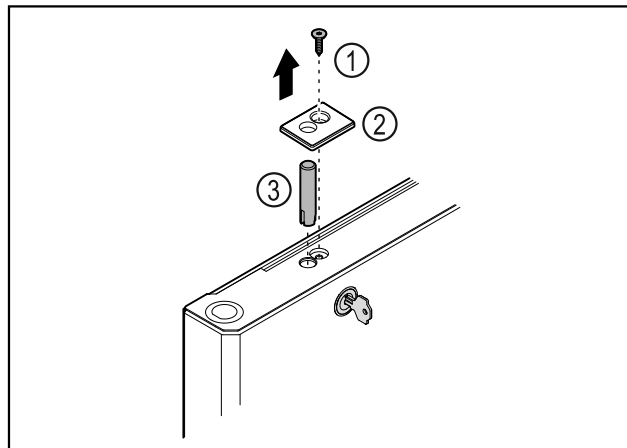

Fig. 43
- ▶ Odstráňte skrutku Fig. 43 (1).
- ▶ Odistite kryt Fig. 43 (2) malým skrutkovačom a odoberte ho.
- ▶ Vytiahnite čap zámku Fig. 43 (3).